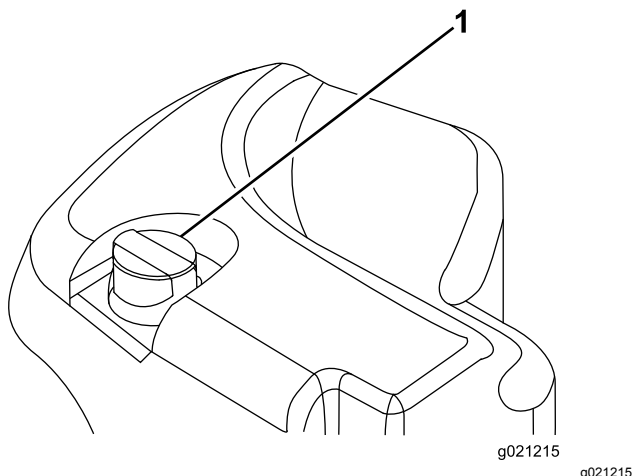

Figura 29
2. Pulite attorno al collo del bocchettone e del tappo del serbatoio idraulico (Figura 29). Togliete il tappo dal collo del bocchettone.